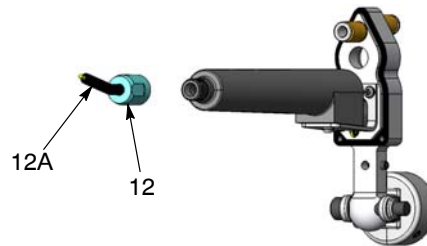

Bild 31 Demontering av multiplikator ur pistolhuset
3. Se bild 31. Skruva av multiplikatormuttern (12). Tag av multiplikatorkontakten (12A) från multiplikatormuttern och byt ut den om den är skadad.
Stångmonterade pistoler: Se bild 31. Sätt i kontakten i multiplikatorhålet och fäst den med multiplikatormuttern.